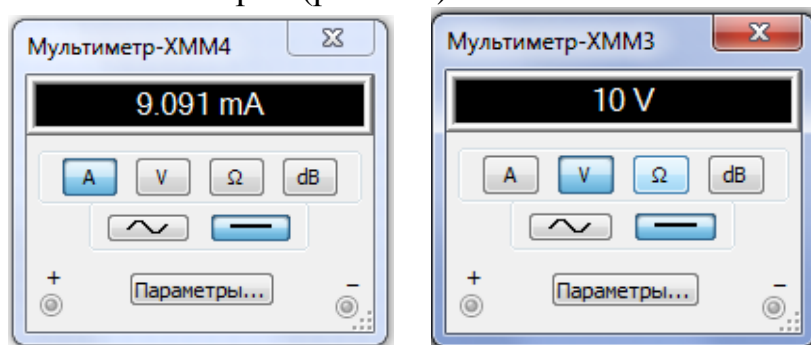

Рис. 1-2
6. Мультиметр-ХММ4 установите в режиме амперметра, мультиметры ХММ1...ХММ3 – вольтметров (рис. 1-2).